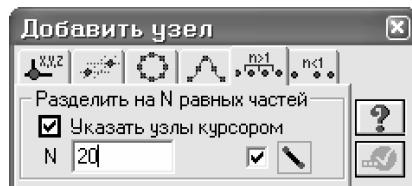

Рис.8.5. Диалоговое окно Добавить узел
- В диалоговом окне **Добавить узел** перейдите на закладку **Разделить на N равных частей** (рис. 8.5).